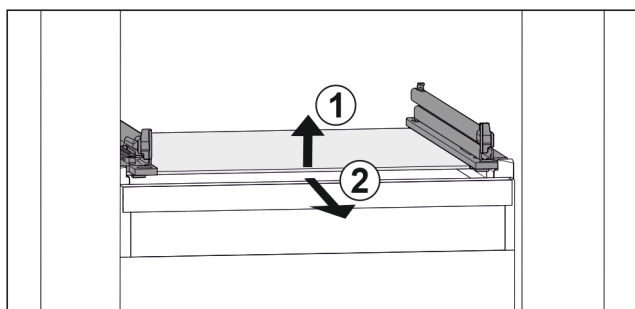

Fig. 121 Lasihyllyn esimerkinomainen kuvaus
- Nosta lasihyllyä edestä. Fig. 121 (1)
- Poista lasihyllly vetämällä sitä eteenpäin. Fig. 121 (2)